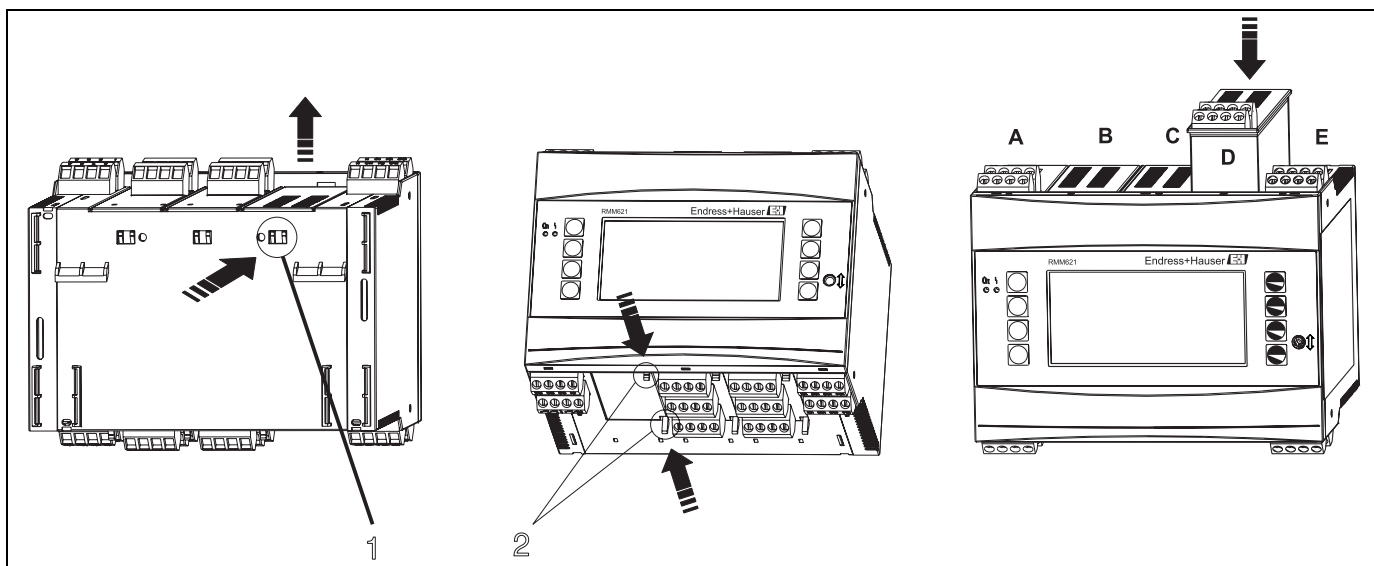

Abb. 3: Einbau einer Erweiterungskarte (beispielhaft)
Sie können das Gerät mit unterschiedlichen Erweiterungskarten bestücken. Es stehen hierzu maximal drei Steckplätze im Gerät zur Verfügung. Die Steckplätze für die Erweiterungskarten sind am Gerät mit B, C und D (→ Abb. 3) bezeichnet.
2. Entfernen Sie die Blindabdeckung aus dem betreffenden Steckplatz (B, C oder D) des Grundgerätes, indem Sie die Rastnasen auf der Unterseite des Energiemanagers zusammendrücken (s. Abb. 3, Pos. 2), gleichzeitig die Rastnase auf der Gehäuserückseite (z. B. mit einem Schraubendreher) nach innen drücken (s. Abb. 3, Pos. 1) und die Blindabdeckung nach oben aus dem Grundgerät herausziehen.
3. Stecken Sie die Erweiterungskarte von oben in das Grundgerät ein. Erst wenn die Rastnasen auf der Unter- und der Rückseite des Gerätes einrasten (s. Abb. 3, Pos. 1 und 2), ist die Erweiterungskarte korrekt eingebaut. Achten Sie darauf, dass die Eingangsklemmen der Erweiterungskarte oben sind und die Anschlussklemmen analog zum Grundgerät nach vorne zeigen.